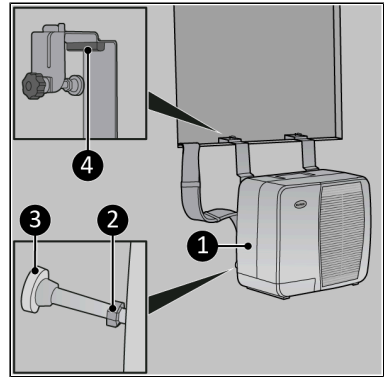

Abbildung 40.
4. Verwenden Sie bei Bedarf den abnehmbaren Block (Abbildung 40, Pos. 4) für dünnere Wände oder Fensterrahmen.
5. Stellen Sie sicher, dass das Außengerät (Abbildung 40, Pos. 1) gerade hängt, indem Sie die Mutter (Abbildung 40, Pos. 2) am Abstandshalter der Einstellschraube festziehen. Stellen Sie sicher, dass der Stoßfänger (Abbildung 40, Pos. 3) vertikal platziert ist.